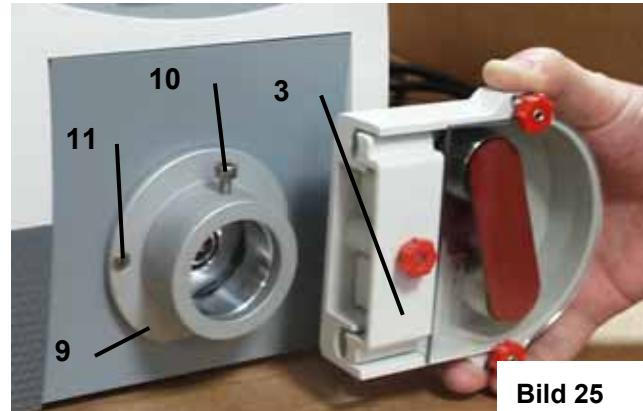

Bild 25
- Den Pumpenkopf SP quick d (8) mit Zwischenstück (42) über die Gewindeenden der langen Rändelschrauben (7) schieben, lange Rändelschrauben durch Rechtsdrehen einschrauben und die beiden Pumpenköpfe (3 und 8) zusammendrücken. Darauf achten, dass die Kupplung der SP quick (3) in das Gegenstück an der SP quick d (8) einrastet. Gegebenenfalls den Rotor von Hand etwas verdrehen (hierzu vorher das Schlauchbett öffnen, siehe Kap. 3.3). Die gekoppelten Pumpen sind wie unter Kap. 2.1 beschrieben am Pumpenantrieb zu befestigen.
2.3. SP Standard, SP vario, (Bild 25)
- Zur Befestigung der Pumpenköpfe SP Standard und SP vario ist der mitgelieferte Flansch (9) erforderlich.
- Der Flansch (9) wird durch Lösen der Stellschraube (10) vom Pumpenkopf (3) entfernt.
- Mit den Senkschrauben (11) wird der Flansch am Frontpanel festgeschraubt (Kreuzschlitzschraubendreher verwenden).
- Darauf achten, dass die Kupplung in das Gegenstück einrastet (nötigenfalls Rotor etwas drehen. Deckel dazu abnehmen (siehe Kap. 3.5)). Anschließend Pumpenkopf (3) in waagerechte Stellung ausrichten (Schlauchabgang weist nach links) und Stellschraube (10) festziehen.